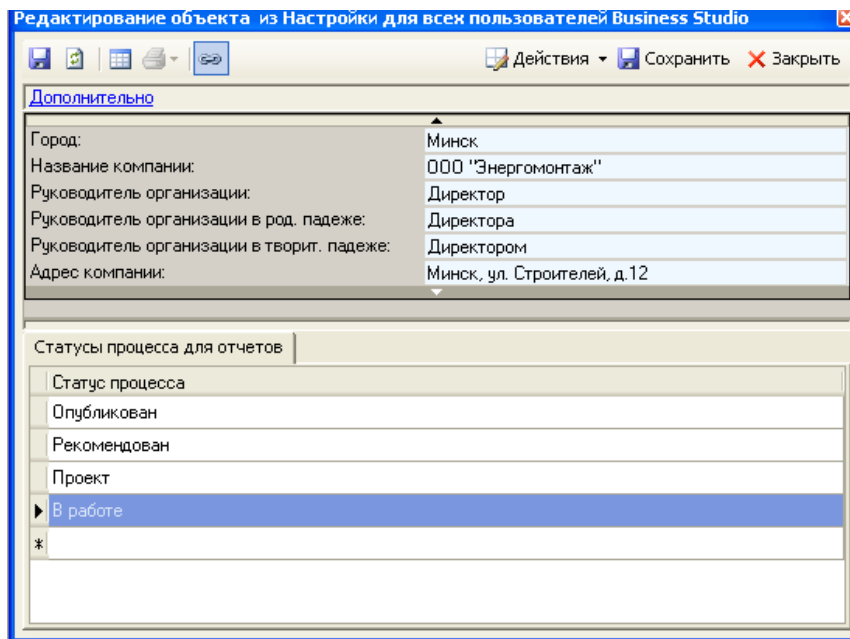

Рисунок 68 – Окно редактирования параметров, необходимых для формирования регламентирующих документов
2. В окне *Редактирование объекта* (рисунок 68) заполните следующие параметры: